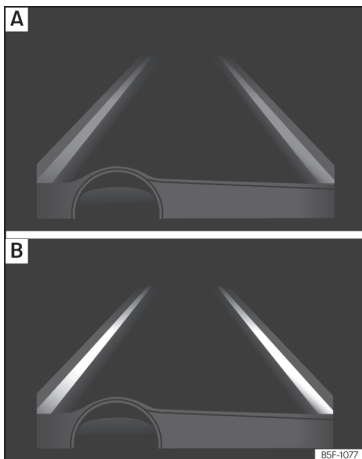

Abb. 278 Im Display des Kombiinstrumentes: Anzeige im Display des Spurhalteassistenten (Beispiel 1).
- System aktiv, aber nicht verfügbar, da die Mindestgeschwindigkeit nicht erreicht ist oder das System die Begrenzungslinien der Fahrspur nicht erkennt »» **Abb. 278 A**.
genblick wird die Fahrtrichtung nicht korrigiert »» **Abb. 278 B**.